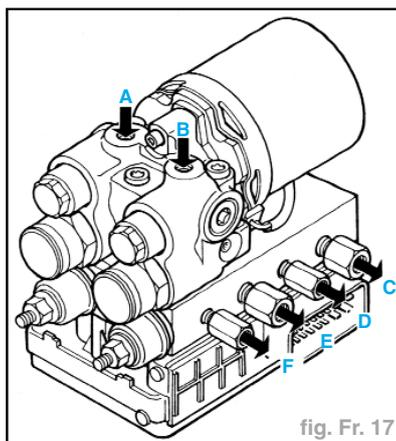

fig. Fr. 17
- Débrancher les tuyaux d'alimentation sur la centrale hydraulique comme suit (fig. Fr. 17) :